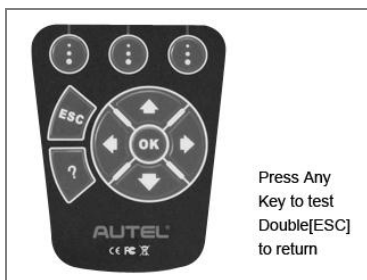

Figura 3.6
- 2) Oprima cualquier tecla para comenzar prueba. Cuando se presiona una tecla, el nombre de la tecla debe ser observado en la pantalla. Si el nombre de la tecla no se muestra, a continuación, la tecla no está funcionando correctamente. (Figura 3.6)